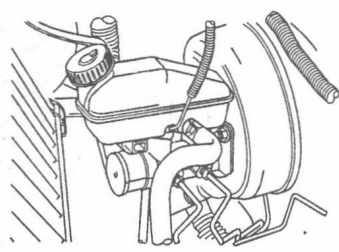

图 1-5 将卡夹连接至总泵上
- (3) 在装备手动变速驱动桥的车辆上，将卡夹连接至总泵上的离合器软管插头，如图 1-5 所示。
- (4) 添加制动液。
- (5) 举升并妥善支撑车辆。